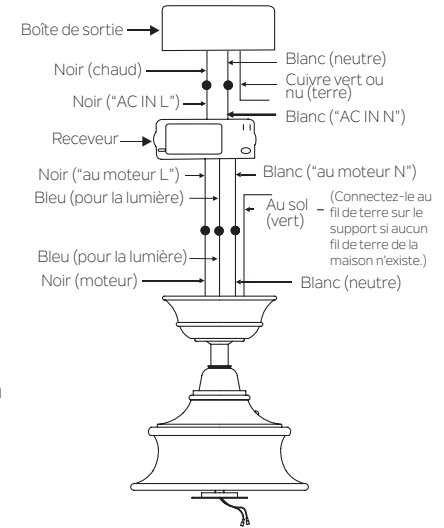

Fig. 14
Étape 2. Connexions électriques du moteur au récepteur: (Fig. 14) Connectez le fil noir du ventilateur au fil noir marqué "TO MOTOR L" sur le récepteur.
Étape 3. (Fig. 14) Câbles d'alimentation du récepteur à la maison: Connectez le fil noir (chaud) du plafond au fil noir marqué "AC in L" du récepteur. Connectez le fil blanc (neutre) du plafond au fil blanc marqué "AC in N" du récepteur. Fixez les connexions avec les écrous en plastique fournis.
Étape 4. (Fig. 14) Si votre prise de courant comporte un fil de terre (cuivre vert ou nu), connectez-le aux fils de terre du ventilateur; sinon connectez le fil de terre du support de suspension au support de montage. Fixez le fil de connexion avec un écrou en plastique fourni. Après avoir connecté les fils, écartez-les de manière à ce que les fils vert et blanc soient d'un côté du boîtier de prise et les fils noir et bleu à l'autre. Insérez délicatement les fils dans la boîte de sortie.